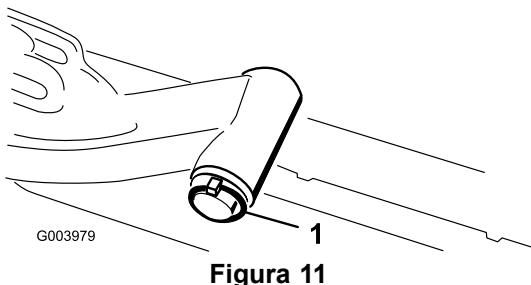

Figura 11
- A. Togliete l'acciarino e la rondella che fissano l'albero di articolazione al braccio di sollevamento ed estraete l'albero dal braccio di sollevamento (Figura 11).
- C. Inserite l'albero del braccio di sollevamento nel braccio di sollevamento, e fissatelo con la rondella e l'acciario (Figura 11).